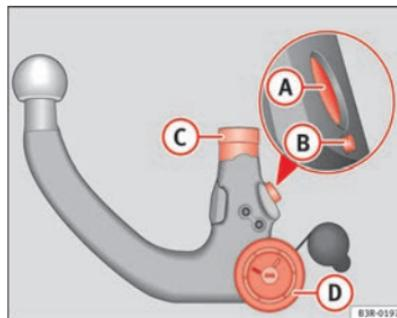

Fig. 153 Dispositivo de reboque desmontável: Rótula
- Verifique se o perno de bloqueio (A), a alavanca de desengate (B), o perno de encaixe (C) e a roda recartilhada (D) ⇒ página 208, fig. 153 da rótula não estão sujos nem deteriorados.